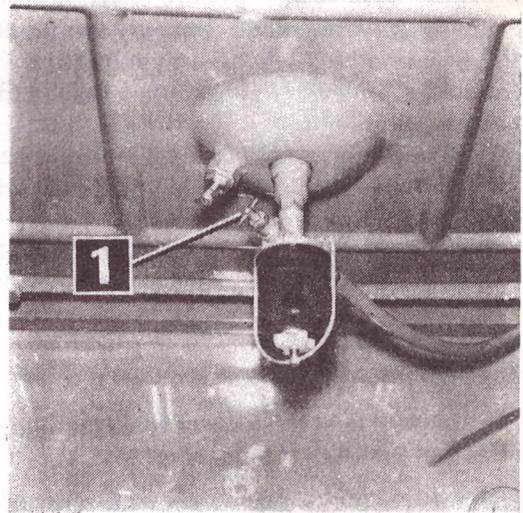

FIG. 5
- il y ait suffisamment de combustible dans le réservoir et que le robinet est ouvert (1, fig.5) ;